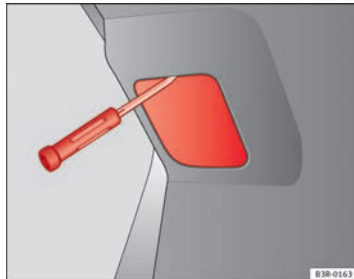

Abb. 218 Abdeckung der Gepäckraumklappe entfernen
- Schieben Sie einen Schraubendreher von oben in die Aussparung ⇒ Abb. 218 heben Sie die Abdeckung heraus.